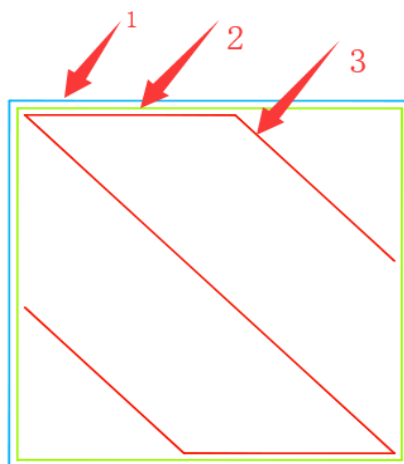

图 7
(2) 外壳速度 (单位 mm/s) : 即模型外壳 (眼睛可以看到的模型侧面, 也叫外壁) 的打印速度 (图 7 中 1 号轨迹的打印速度)。速度越慢, 模型打印效果越好。建议速度为: 10-40mm/s
(3)内壳速度 (单位 mm/s) : 即模型内壳(也叫内壁, 是模型的内部构造, 打印完成后眼睛不可见)的打印速度(图 7 中 2 号轨迹的打印速度)。速度越慢, 模型打印效果越好。建议速度为: 10-45mm/s
(4)填充速度 (单位 mm/s) : 即打印模型内部填充的速度(图 7 中 3 号轨迹的打印速度); 10-80mm/s